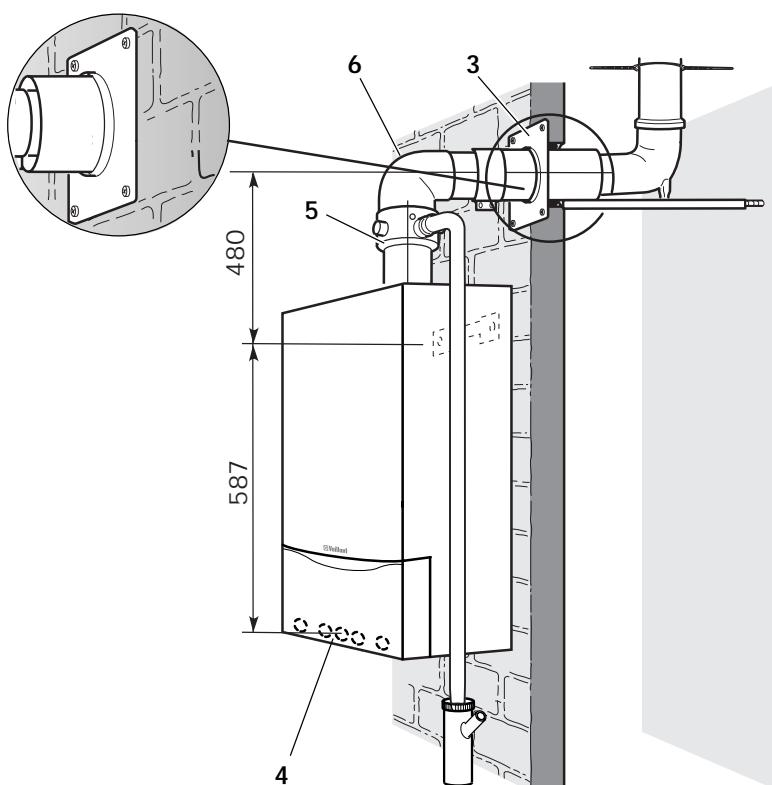

Рис. 5.6: Непосредственное присоединение
- Определите нужное место монтажа и выдолбите проем (требуемые размеры см. на рис. 5.6, стр. 43).
- Просверлите отверстие в задней стенке шахты и установите консоль (1).
- Закрепите опорное 90°-колено (2) на фиксирующем устройстве опорной консоли (1).
- Надвиньте на газовую пускную трубу с интервалом не более 5 м по одному распорному элементу (3).
- Опустите с помощью троса (5) первую секцию газовой пускной трубы (5) настолько глубоко, чтобы можно было насадить на ее конец следующую секцию (6).